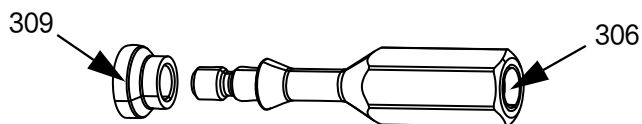

图 15
5. 将提供的蓝色厌氧胶涂到活塞杆 (410) 螺纹的底部螺纹上。
6. 重新安装杆适配器 (306)、并用 6 毫米扳手或撬棍将其拧紧至 20 英寸 - 磅（2.3 牛·米）。
7. 重新安装流体部分 (E) 和出口端子 (N)。
8. 将阀座 (307) 滑到杆适配器 (306) 上。
9. 将胶嘴座 (309) 滑到杆适配器 (306) 上。注意图 15。